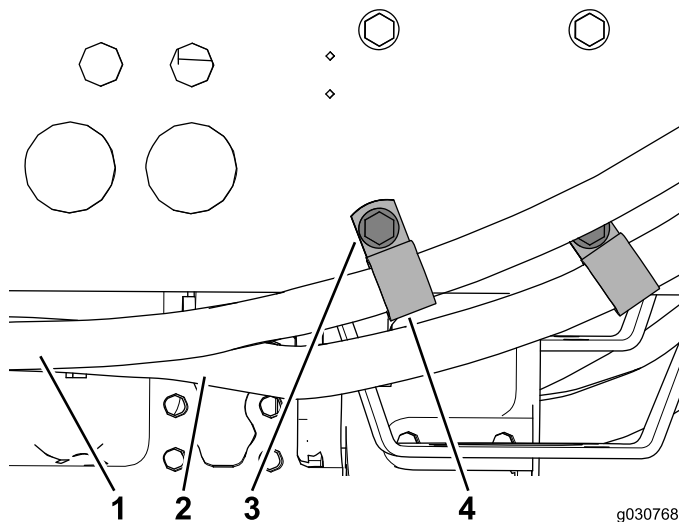

图46
5. 为每个空调软管安装 1 个 R 形夹，并使用 2 个现有的螺栓将它们固定到机器机架上（图46）。